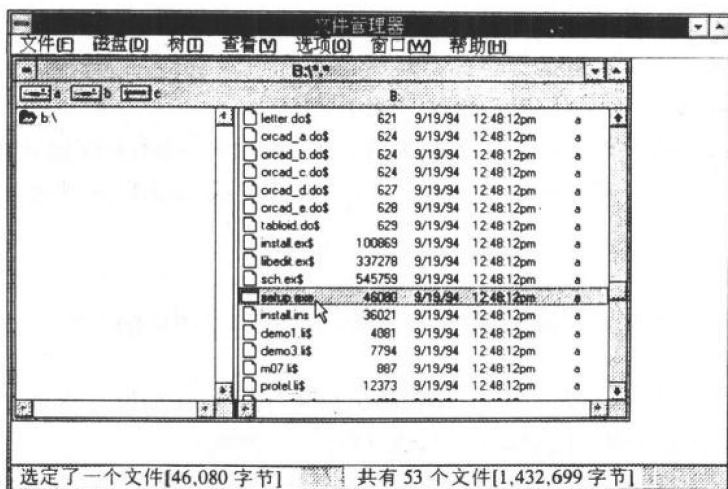

图 0.1 找到 setup.exe 并加以执行
3. 用鼠标移动垂直滚动条,即可找到 setup.exe,如图 0.1 所示,并且用鼠标指针指着它,接着便能用双击的方式执行 setup.exe。